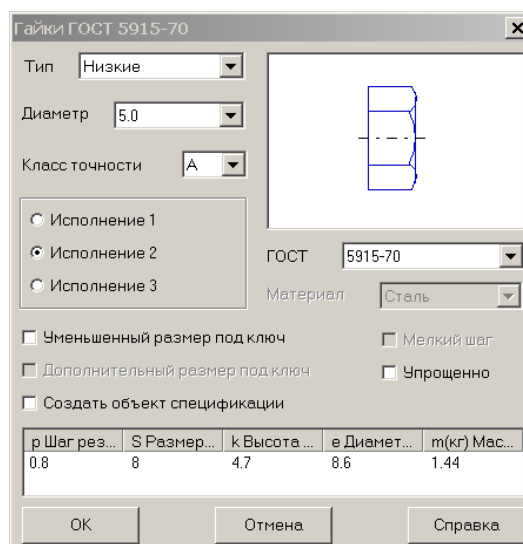

Рисунок 8.13 – Вікно вибору розмірів гайок шестигранних
15. У **Бібліотеці кріплення** виберіть розділ **Гайки**. Двічі клацніть на підрозділі **Гайки шестигранні**, у діалоговому вікні задайте необхідні параметри (рис. 8.13).